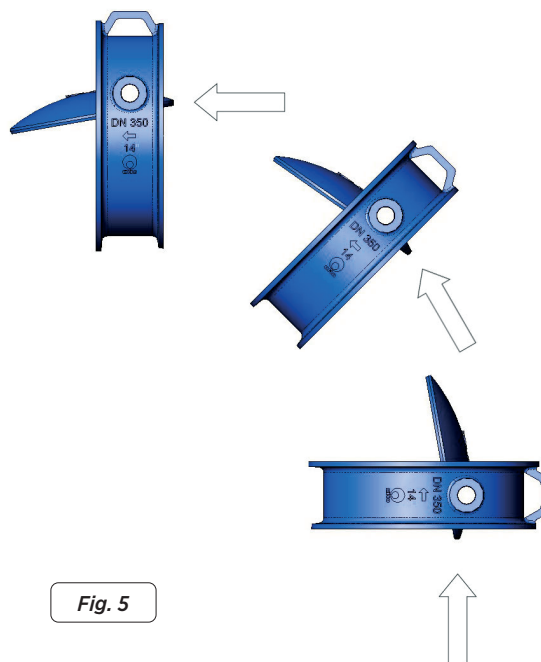

Fig. 5
- Cuando la válvula lleve contrapeso, podremos montar la válvula en cualquiera de las 3 posiciones que indicamos en la fig. 5, pero el contrapeso siempre hará un giro de +45° a -45° respecto al plano horizontal, si es necesario, moveremos el mismo.